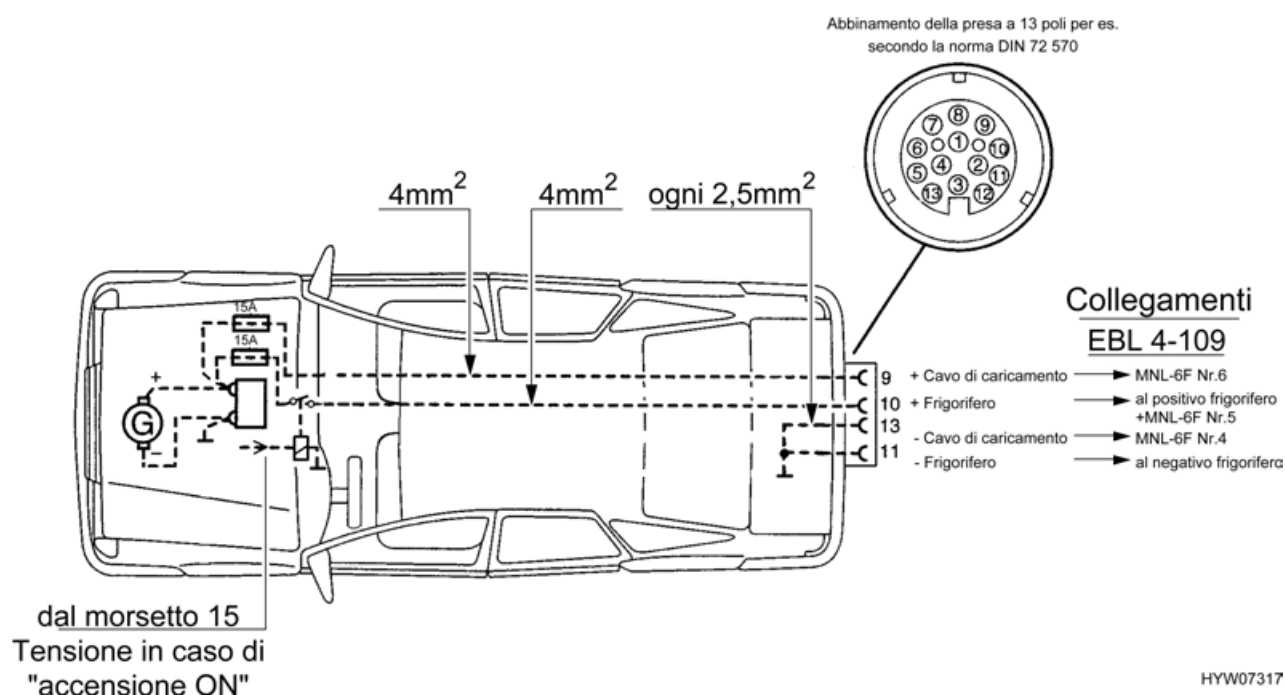

Fig. 67 Installazione per veicolo trainante (pacchetto autarchico)
- ▷ Attrezzare la motrice con le sezioni di cavo relative e con un relais (Fig. 67,1) per l'alimentazione elettrica (comandata tramite accensione) (vedi Fig. 67).